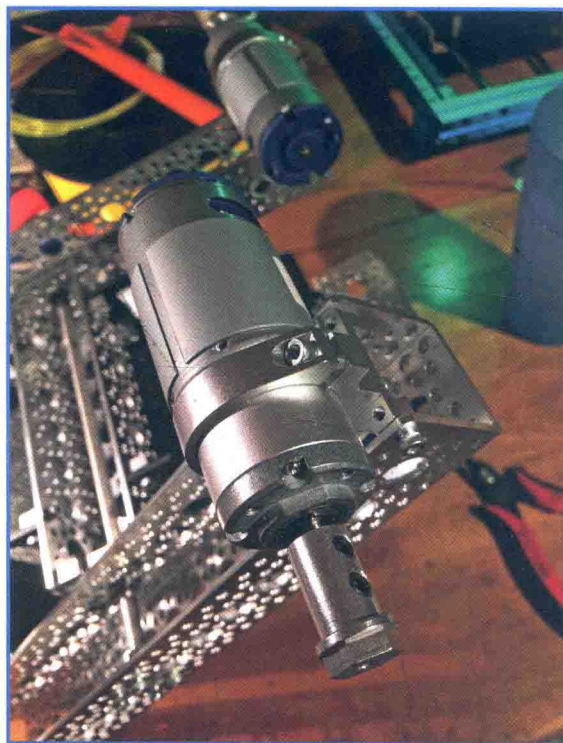

图 13.17 加入马达和法兰盘
8. 安装马达和六角形法兰盘，如图 13.17 所示。将马达插入 12 英寸凹槽两端的支架上，然后可以旋紧固定。在每根车轴上固定车轮的位置上加入一个六角形法兰盘。